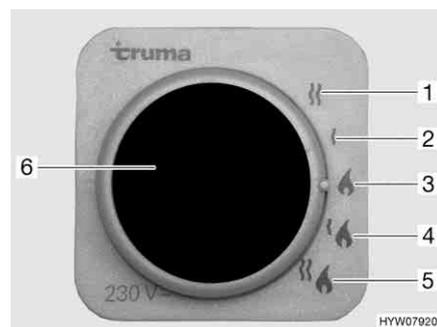

Fig. 189 Selettore di energia per riscaldamento/boiler
- Funzionamento a gas (Fig. 189,3)
- Funzionamento elettrico a 230 V con gradi di potenza da 900 W (Fig. 189,2) oppure 1800 W (Fig. 189,1)
- Funzionamento a gas e funzionamento elettrico a 230 V (funzionamento misto) con gradi di potenza da 900 W (Fig. 189,4) oppure 1800 W (Fig. 189,5)
Se viene selezionato il funzionamento elettrico a 230 V, la spia gialla di controllo si accende (Fig. 189,6).